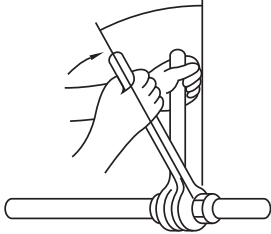

Fig. 4-8
- ทาน้ำมันหล่อลื่นบางๆ บริเวณผิวของท่อน้ำยา (Fig. 4-8)